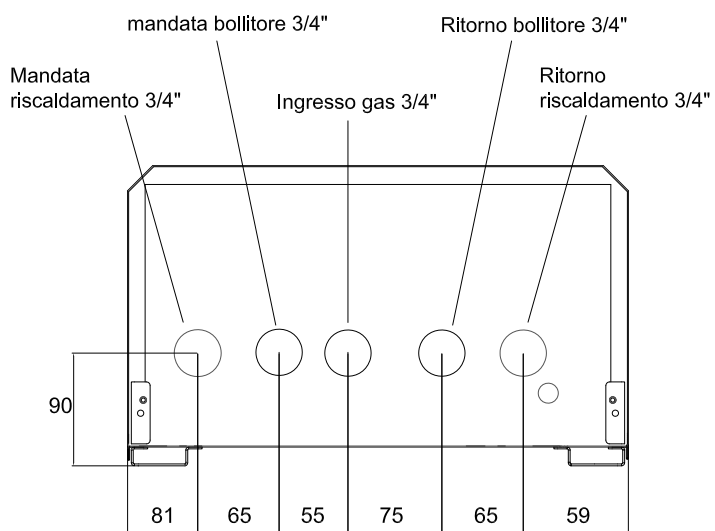

Fig. 25
- Caricare l' impianto di riscaldamento, tramite il rubinetto di riempimento (fig. 25) ad una pressione di 1.5 bar;